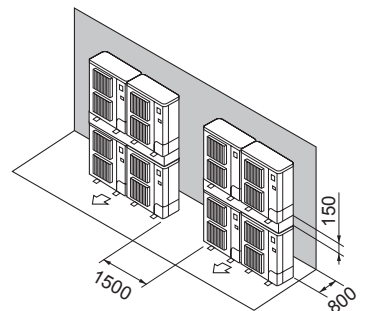

Fig. 2-18
- ⑦ Yksiköt pinottuina (Fig. 2-18)